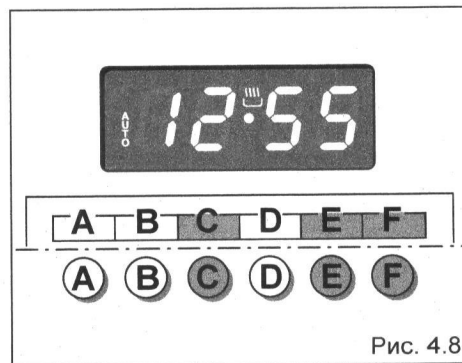

Рис. 4.8
2. Установите конец времени приготовления, нажав кнопку "C" и кнопку "F" чтобы продвинуться вперед "E" по времени, или чтобы вернуться назад, если вы прошли желаемое время (рис. 4.8).